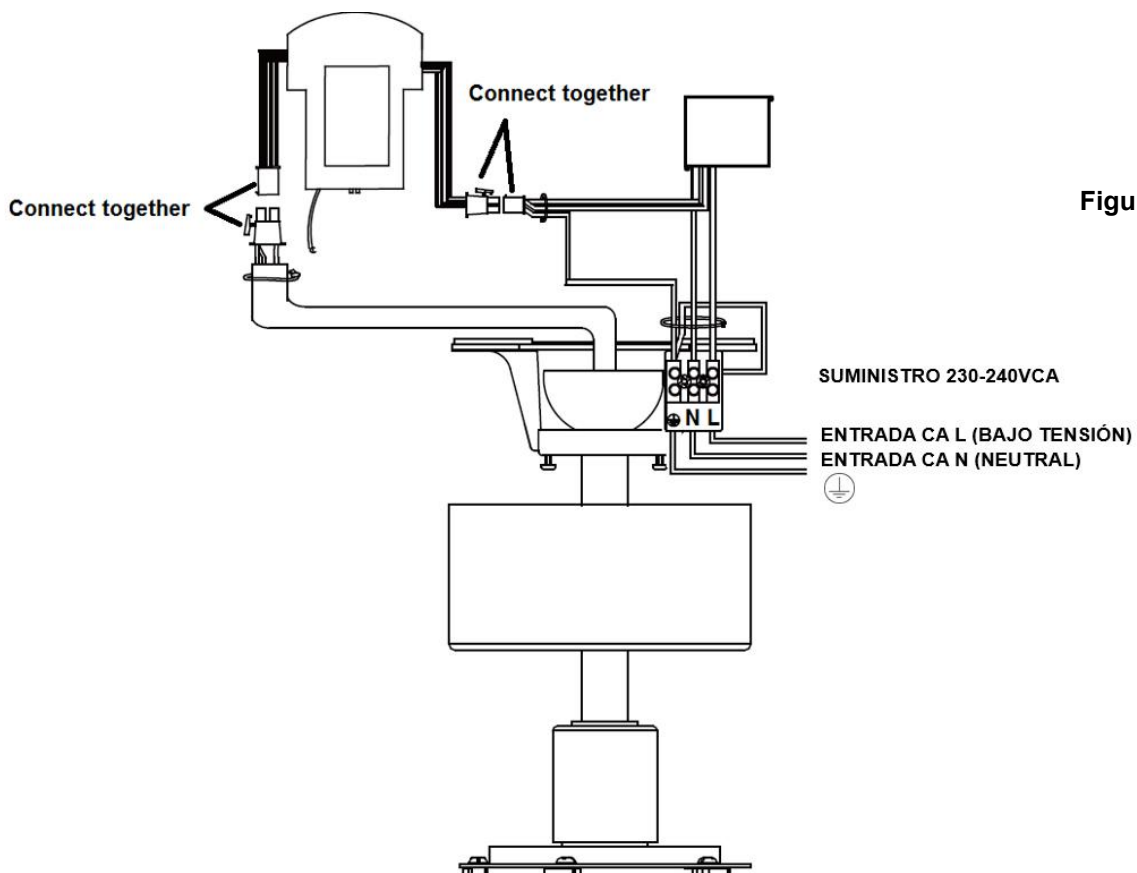

Figura 6
- Afloje los 2 tornillos de la parte inferior de la abrazadera de montaje. Figura 6